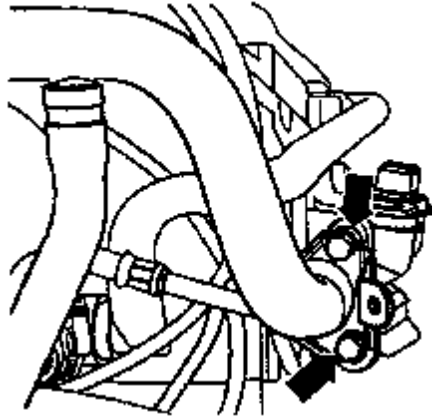

图 4-72 拆卸冷却液管紧固螺栓
(6) 从上部冷却液管上拆下冷却液软管，如图 4-72 所示，从缸盖后侧的进气歧管及冷却液管法兰上拧下上部冷却液管紧固螺栓（图 4-72 箭头）。